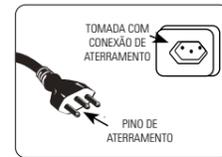

FIGURA 7.2 - CONEXÃO DO PLUGUE A TOMADA (MONOFÁSICO)
- A instalação deve possuir um disjuntor de corrente residual (DR). Consulte um electricista especializado para selecionar e instalar este dispositivo de segurança;
- A tomada deve ser compatível ao plugue do equipamento (Figura 7.2). A fim de reduzir os riscos de choque, não altere as características do plugue e não utilize adaptadores. Se necessário, troque a tomada por um modelo adequado ao plugue;